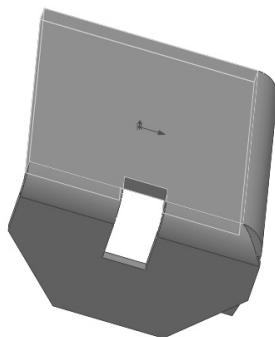

图 10-120 将钣金零件重新折叠
5) 在图形区域中选择在展开操作中选择的面作为固定面, 选择展开的折弯作为要折叠的折弯, 单击 (确定) 按钮, 结果如图 10-120 所示。